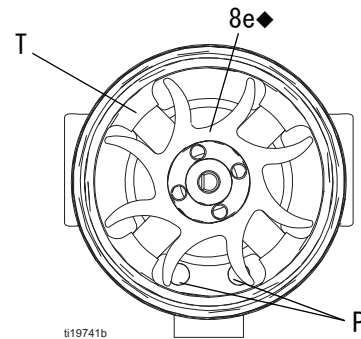

図 38 ファンの向き
7. ファンの端が上向き状態で、コイルアセンブリ (8a) を作業台で保持します。マイナスドライバを使用して、ファン (8e) をシャフト (S) から引き離します。
10. 新しい下の軸受 (8b1) をシャフト (S) の長い側に取り付けます。ベアリングのより平たい側は、マグネット (M) の反対側に向ける必要があります。ベアリングブレードがコイル (8a) の表面に対して平坦になるように、コイルに取り付けます。
12. ファンの端が上向き状態で、コイルアセンブリ (8a) を作業台で保持します。ファン (8e.) をシャフト (S) の長い側に押し付けます。ファンの羽根の向きは、図 38 に示すとおりになっている必要があります。